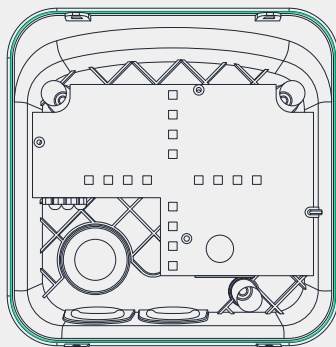

Abb. 9 - Gummidichtung
18. Prüfen Sie, ob die Gummidichtung an der Innenkante des Gehäuses fest sitzt. **(Abb. 9)**